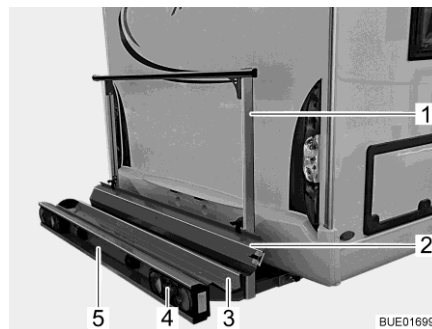
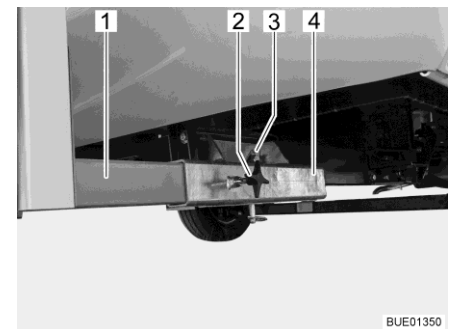

Bild 5 Lastenträger
Bild 6 Befestigung am Fahrzeug
Der Lastenträger (Bild 5) ermöglicht die Mitnahme eines Motorrads oder eines Motorrollers mit einem Gewicht bis zu 130 kg.
- Trägerwanne (Bild 5,3) und Haltebügel (Bild 5,1) mit Befestigung am Fahrzeug (Bild 6)
- Heckleuchten (Bild 5,4)
- Kfz-Kennzeichenbeleuchtung (Bild 5,5)
- Auffahrschiene (Bild 5,2)
- Befestigung am Fahrzeug** Die beiden Längsträger (Bild 6,1) des Lastenträgers sind durch Knebel-schrauben (Bild 6,2) an den Vierkantaufnahmen (Bild 6,4) am Fahrzeugbo-den fixiert. Gesichert ist der Lastenträger durch einen Bolzen (Bild 6,3) mit Sicherungsring.